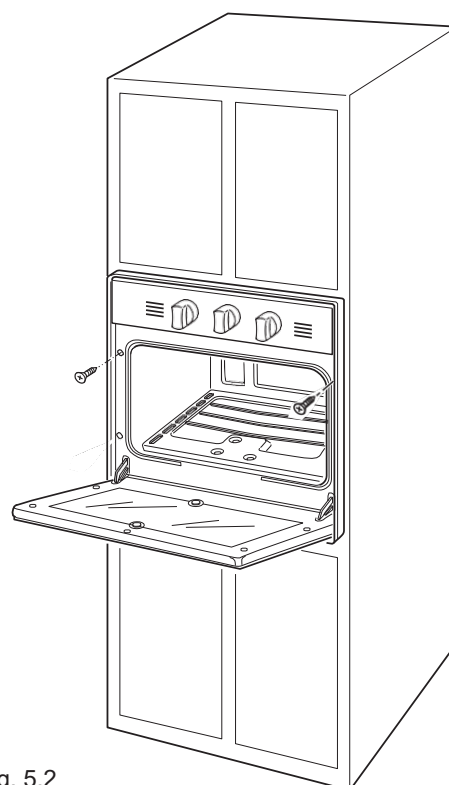

Fig. 5.2
A través de los agujeros en el embellecedor, se utilizan dos (2) tornillos ADECUADOS (suministrados con el dispositivo) para fijar el embellecedor al gabinete (ver fig. 5.2). Antes de fijarlo al gabinete, la unidad debe nivelarse correctamente.